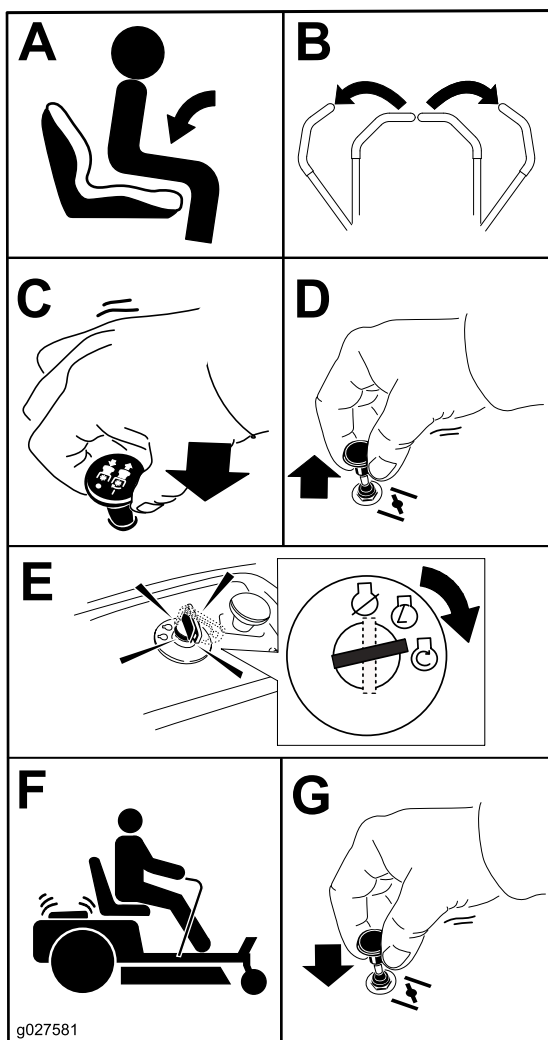

Figura 16
1. Desengrane las cuchillas moviendo el mando de control de las cuchillas a la posición de DESENGRANADO (Figura 16).